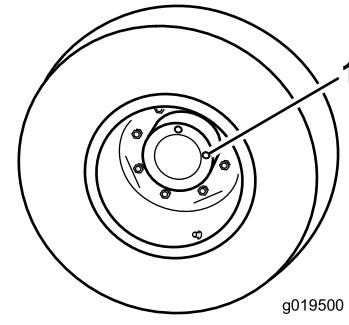

Figura 72
1. Con la máquina en una superficie nivelada, coloque la rueda con un tapón de verificación en la posición de las 12 y el otro en la posición de las 3 (Figura 72).
2. Retire el tapón de la posición de las 3 (Figura 72).